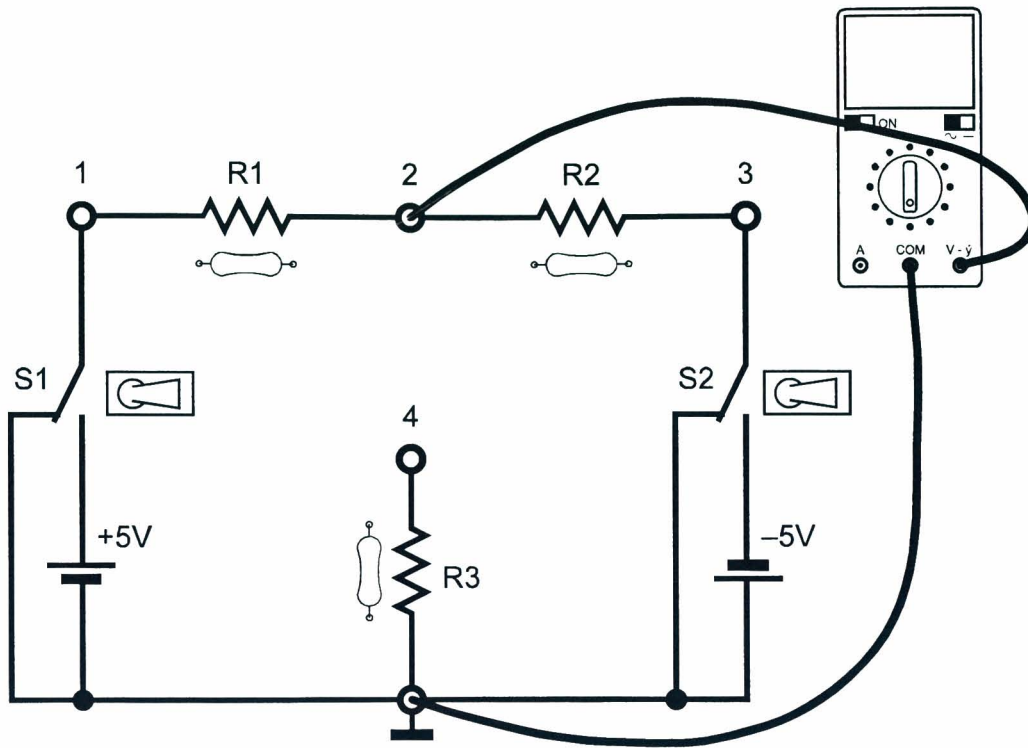

Fig. 5.2b
12. medir con el multímetro, usado como ohmiómetro, la resistencia equivalente R_e existente entre los puntos 2 y tierra (Fig. 5.2b) y anotar el valor en la tabla 5.2;